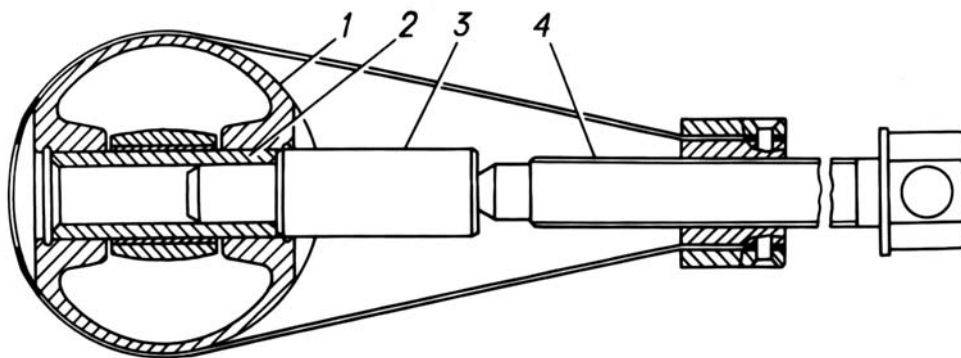

Рис. 3.2.47. Выпрессовка поршневого пальца из поршня при помощи приспособления:
- выпрессовать с помощью приспособления и оправки поршневые пальцы из поршней (рис. 3.2.47).